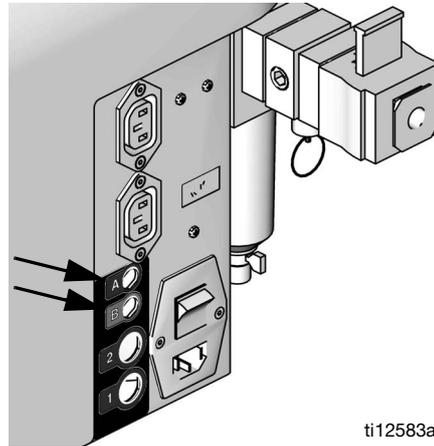

FIG. 6 : Source d'alimentation du kit de remplissage du réservoir
2. Pour les kits de remplissage installés du côté A du réservoir, brancher le câble d'alimentation du kit de remplissage dans le connecteur « A » situé à l'arrière de la machine. Voir la FIG. 6.
Pour les kits de remplissage installés du côté B du réservoir, brancher le câble d'alimentation du kit de remplissage dans le connecteur « B » situé à l'arrière de la machine. Voir la FIG. 6.